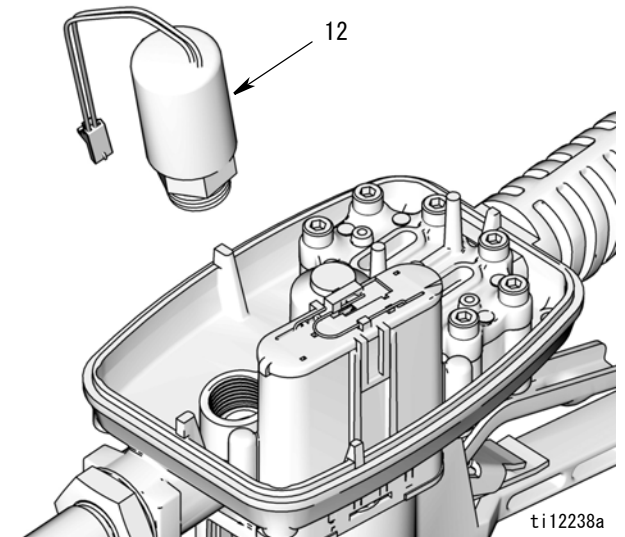

図 37
9. ソレノイド (12) を緩めて、メーターハウジングから取り外します (図 37)。必要な場合、ソレノイドを緩めるのにプライヤーを使用できます。